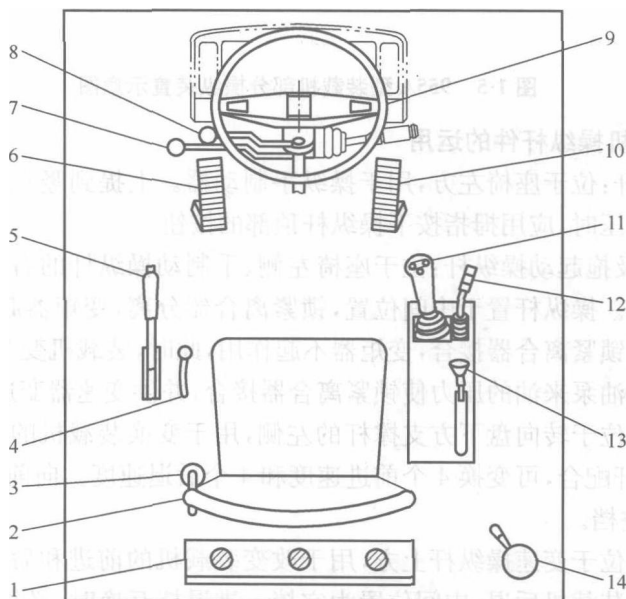
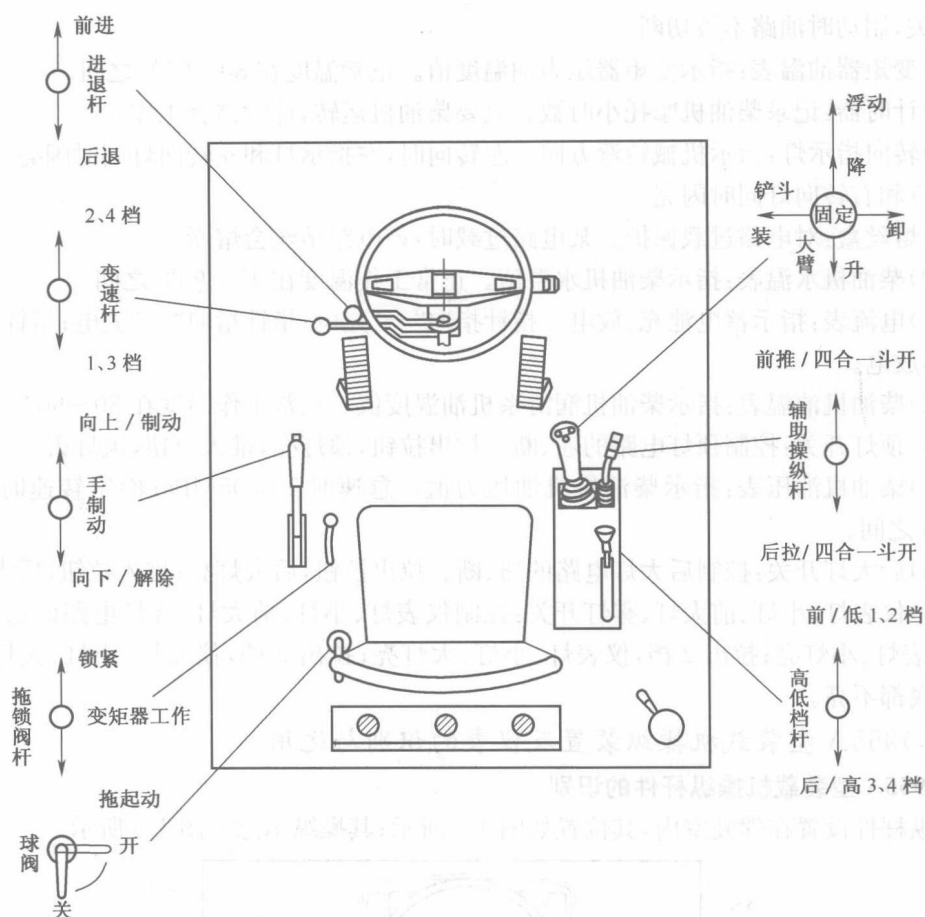

图 1-4 955A 型装载机操纵装置位置图
图 1-5 955A 型装载机部分操纵装置示意图
操纵杆件设置在驾驶室内,其位置如图 1-4 所示;其操纵示意如图 1-5 所示。
(1) 手制动操纵杆: 位于座椅左方, 用于操纵手制动器。上提到竖直位置为制动, 下压到水平位置解除制动。下压时, 应用拇指按下操纵杆顶部的按钮。
(2) 变矩器锁紧及拖起动操纵杆: 位于座椅左侧、手制动操纵杆的右侧, 用于操纵变矩器锁紧离合器接合或分离。操纵杆置于中间位置, 锁紧离合器分离, 变矩器起作用; 操纵杆向前推, 主油泵来油的压力使锁紧离合器接合, 变矩器不起作用, 此时, 装载机变为机械传动。向后拉操纵杆, 为拖起动, 辅助油泵来油的压力使锁紧离合器接合, 并供变速器变速操纵。
(3) 变速操纵杆: 位于转向盘下方支撑杆的左侧, 用于变换装载机的行驶速度。它和高、低档操纵杆、进退操纵杆配合, 可变换 4 个前进速度和 4 个后退速度。向前推为 2、4 档, 向后拉为 1、3 档, 中间位置为空档。
(4) 进退操纵杆: 位于变速操纵杆上方, 用于改变装载机的前进和后退。前推操纵杆, 装载机前进; 后拉操纵杆, 装载机后退, 中间位置为空档。进退档互换时, 必须在装载机停稳后才能进行。
(5) 脚制动踏板: 位于驾驶室左下方底板上, 用于操纵车轮制动器和变速器脱档阀。踩下制动踏板, 装载机制动, 同时, 制动灯和制动指示灯亮; 松开踏板, 解除制动, 同时, 制动灯和制动指示灯灭。脚制动可自动使变速器脱档, 所以, 制动前不必将变速杆置于空档位置。
(8)动臂及铲斗操纵手柄:位于座椅右侧,用于操纵动臂升降和铲斗翻转。向前推操纵手柄,动臂下降;向前推到底,动臂浮动。此时,按下定位电磁铁开关,手柄可以固定在浮动位置,开关断开,手柄即可自行回到中间位置。开关不断开,用手也可将手柄拉回到中间位置;中间位置静止;向后拉操纵手柄,动臂提升;向左扳操纵手柄,铲斗上转装料;向右扳操纵手柄,铲斗下转卸料(见图 1-5)。